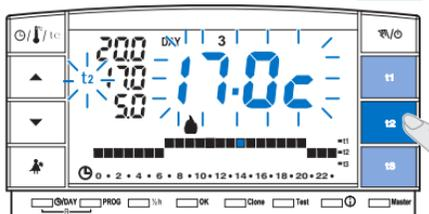

Abb. 20
- nicht Ihren persönlichen Bedürfnissen entsprechen, können diese beliebig geändert werden (zwischen +4°C und +39°C), indem die entsprechenden Tasten gedrückt werden. Drücken Sie die jeweilige Taste (t1, t2 oder t3) des Temperatursollwertes, der verändert werden soll: Die zugehörige Temperaturanzeige (t1, t2 oder t3) und die großen Ziffern in der Mitte blinken (die großen blinkenden Ziffern in der Mitte zeigen den eingestellten Temperatursollwert an) (Abb. 20).